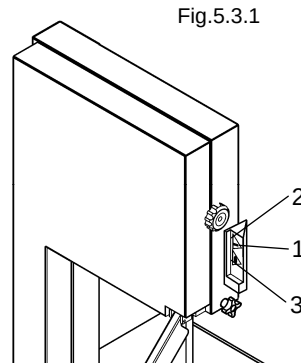

Fig.5.3.1
5.3 - Einschaltung der Knochensäge (Abb.5.3.1)
5.4 - Ausschaltung der Maschine (Abb. 5.3.1)